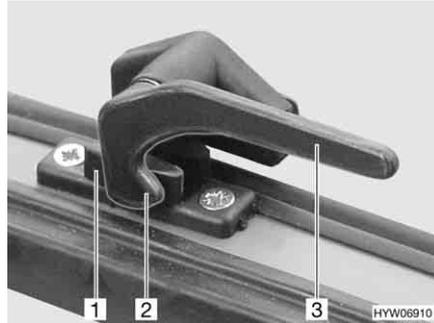

Bild 78 Verriegelungshebel in Stellung "geschlossen"
- Alle Verriegelungshebel (Bild 78,3) eine viertel Umdrehung zur Haubenmitte hin drehen.
- Alle Verriegelungshebel (Bild 78,3) eine viertel Umdrehung zum Rahmen hin drehen. Die Verriegelungsnase (Bild 78,2) liegt auf der Innenseite der Haubenverriegelung (Bild 78,1).
- in Stellung "fest verschlossen" (Bild 78)